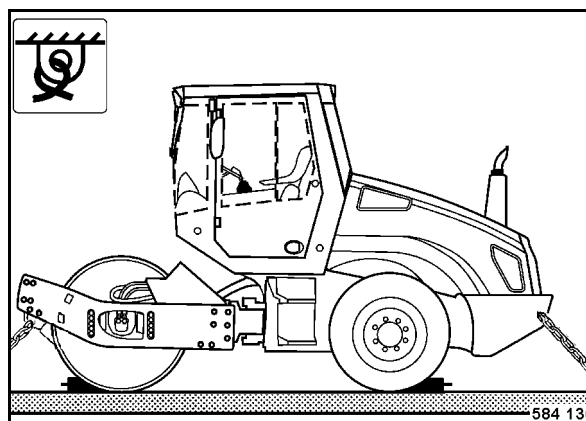

Fig. 143
- Atar la máquina en el medio de transporte (Fig. 143) fijando el atado en las cuatro armellas del bastidor delantero y trasero.